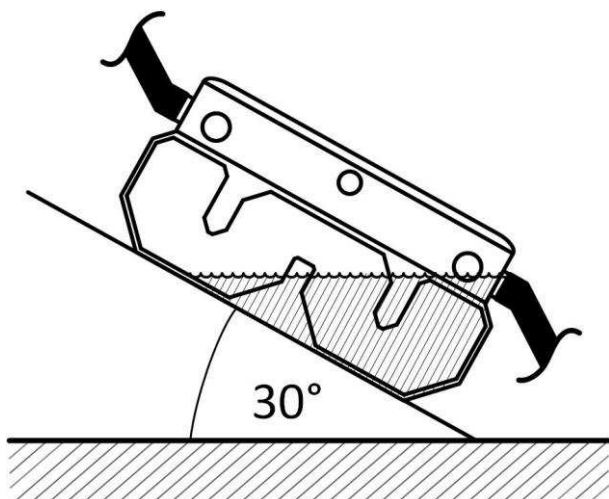

Abbildung 8: Neutralisationseinrichtung kippen
1. Revisionsdeckel (1) durch Drehen der Verteiler-Schlüssel (7) lösen und demontieren.
2. Neutralisationseinrichtung im eingebauten Zustand bis zu einer Neigung von 30° kippen (siehe Abbildung 8) und anschliessend wieder waagrecht hinstellen.
4. Kondensatleitungen am Verteiler (3) demontieren und auslaufendes Kondensat auffangen.
5. Falls vorhanden, Luftpumpenmodul (10-14) durch Drehen der Luftpumpenhalter-Schlüssel (12) lösen und demontieren (siehe Kapitel 5.2).
6. Verteiler (3) und Revisionsdeckel (1) durch Drehen der Verteiler-Schlüssel (7) lösen und demontieren.
7. Verteiler (3) und Revisionsdeckel (1) mit Wasser und sauberem Tuch reinigen.
8. Verteiler (3) und Revisionsdeckel (1) montieren und durch Drehen der Verteiler-Schlüssel (7) befestigen.
9. Falls vorhanden, Luftpumpenmodul (10-14) montieren und durch Drehen der Luftpumpenhalter-Schlüssel (12) befestigen.
10. Kondensatleitungen am Verteiler (3) wieder montieren.
5. Verteiler (4) durch Drehen der Verteiler-Schlüssel (7) lösen und demontieren.
6. Kartusche (5) / Kartuschenset entnehmen.
7. Restkondensat der Kartusche (5) entleeren.
8. Die verbrauchte Kartusche (5) ist zu retournieren. Falls die Kartusche (5) entsorgt wird, hat dies gemäss den örtlich geltenden Vorschriften zu geschehen.
10. Verteiler (3) auf die neue Kartusche (5) montieren und durch Drehen der Verteiler-Schlüssel (7) befestigen.
11. Kondensatleitungen am Verteiler (3) wieder montieren.
12. Markierung für nächste Wartung auf dem Wartungskleber (6) auf jeder Kartusche (5) anbringen.